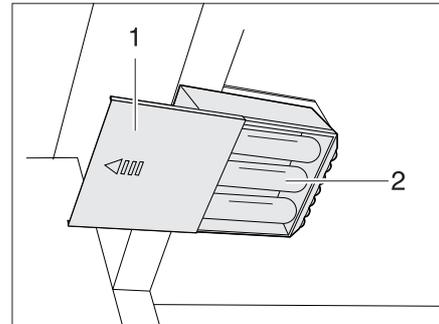

Bild 179 Kleiderschrankleuchte mit LED, Batteriefach geöffnet
- Neue Batterien (Bild 179,2) gleichen Typs polrichtig (+/-) einsetzen.